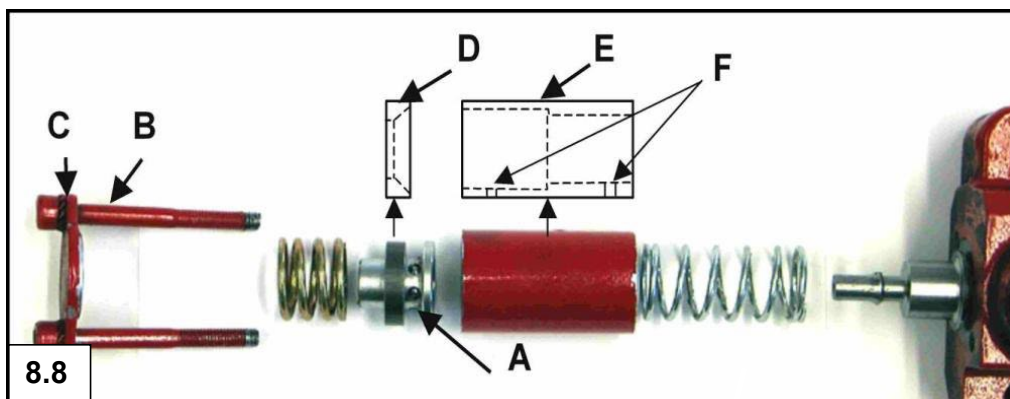

Figure 33
- ❑ Maintenez enfoncé le capot C du côté détente tout en desserrant les vis B, Fig. 33. les ressorts sous pression risquent en effet de projeter le capot. Vous risquez également de projeter les ressorts et les sphères de l'articulation.